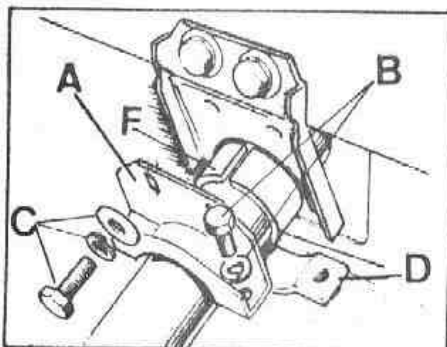

Fig. G-24 Desmontaje del soporte de la columna de dirección
- 1.5. Soltar las abrazaderas superior e inferior, A y D (Fig. G-24) de fijación de la columna de dirección, E.
- 2.4. Instalar la junta y abrazaderas de la columna de dirección (Fig. G-24).